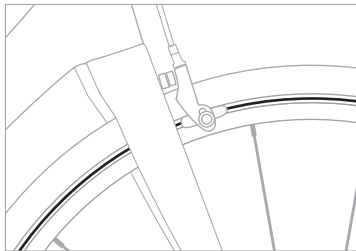

Figure 2.1 Indicateur d'usure de jante en aluminium.
- Une rainure de faible profondeur sur l'ensemble de la circonférence de la jante (Figure 2.1). Quand la rainure s'efface à n'importe quel endroit de la jante, remplacez la jante.